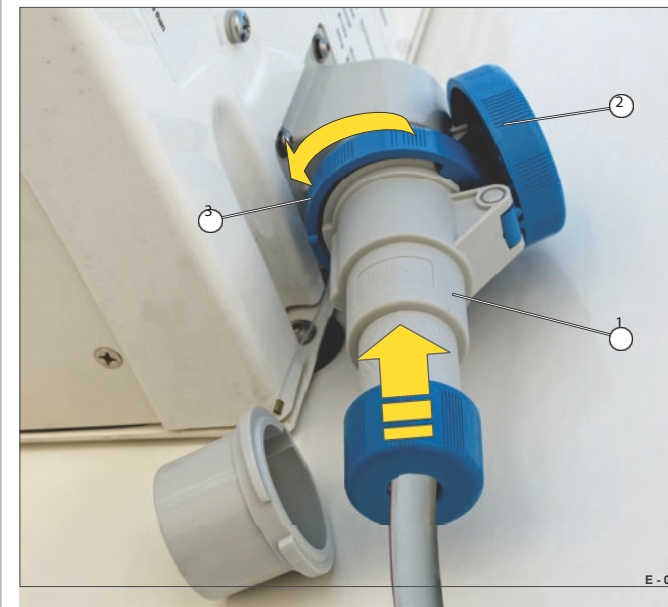

Fig. 13 Adapterkontakt ansluten
- Öppna och håll locket (Fig. 13/2).
- Sätt i adapterkontakten (Fig. 13/1) i nätanslutningen - se till att kontakterna är helt inskjutna.
- Sätt fast adapterkontakten med skruvlocken (Fig. 13/3) - dra åt ordentligt. Adapterkontakten är inkopplad och säkrad mot att dras ut med ett lock/skruvlock.